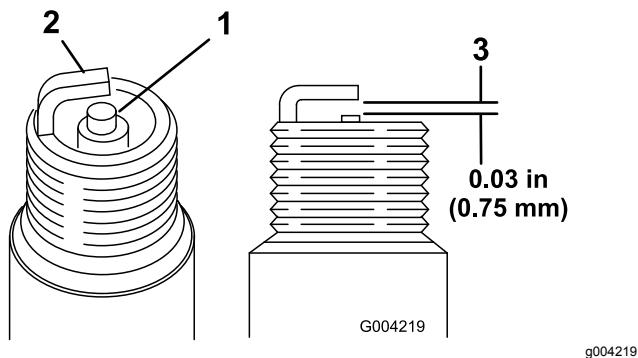

Figura 49
1. Mire la parte central de ambas bujías (Figura 49). Si se observa un color gris o marrón claro en el aislante, el motor está funcionando correctamente. Si el aislante es de color negro, significa que el limpiador de aire está sucio.
2. Compruebe la separación entre los electrodos central y lateral (Figura 49).
3. Si la distancia no es correcta, doble el electrodo lateral (Figura 49).